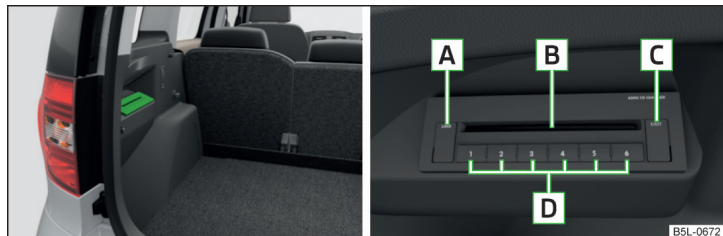

Fig. 123 Changeur de CD
► Donnez une impulsion sur la touche [C] » fig. 123 et introduisez le CD (Compact Disc) dans la fente d'introduction des CD [B]. Le CD est automatiquement chargé dans le prochain endroit libre dans le changeur de CD. Le voyant dans la touche correspondante [D] arrête de clignoter.
► Maintenez la touche [C] » fig. 123 enfoncée pendant plus de 2 secondes et introduisez tous les CD les uns après les autres (maximum 6 CD) dans la fente d'introduction des CD [B]. Les voyants dans les touches [D] ne clignotent plus.
► Donnez une impulsion sur la touche [C] » fig. 123. Les voyants des touches [D] s'allument pour les emplacements déjà occupés et clignotent pour les emplacements libres.
► Donnez une impulsion sur la touche [A] » fig. 123. Les voyants s'allument alors dans les touches [D] pour les emplacements occupés.
► Maintenez la touche [A] » fig. 123 enfoncée pendant plus de 2 secondes. Tous les CD contenus dans le changeur de CD sont éjectés les uns derrière les autres.
- Insérer un CD, face gravée vers le haut, dans le lecteur de CD [B] » fig. 123, jusqu'à l'avalement automatique. La lecture démarre automatiquement.